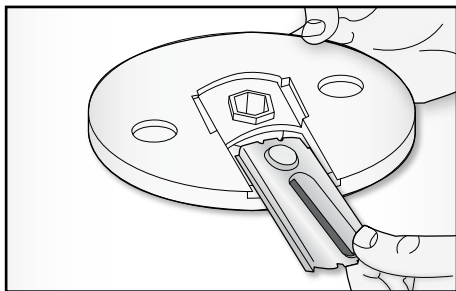

Fig. 9
- Inserire la lama desiderata, lama per fette (M), lama per taglio a julienne (L) o la lama per bastoncini (N) sul disco porta lame (I) in modo che il foro situato sulla lama risulti al centro del disco (Fig. 9).